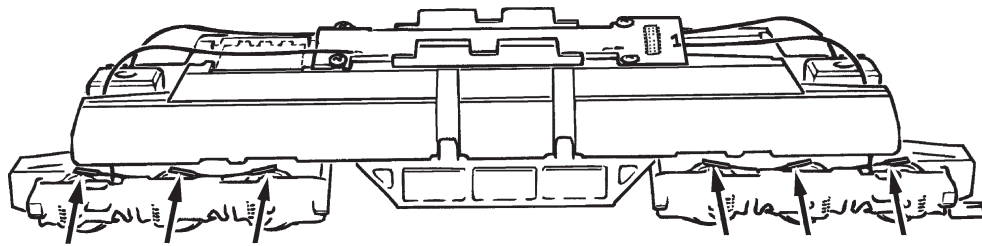

Fig. 5
**Aufrüstung:** Sie können für Ihren Fahrbetrieb unter verschiedenen Kupplungen wählen (Fig. 5). Wir empfehlen den Einsatz der **ROCO-Kurzkupplung**. Im beigelegten Zurüstbeutel finden Sie auch kleine vorbildgetreue Steckteile für eine erweiterte Aufrüstung Ihres Modells (Fig. 5), die Sie bitte **vorsichtig montieren**.
**Fittings:** Operation is possible with different couplings (fig. 5). We recommend using the Roco close coupling. In the enclosed accessory bag you will find small kits to be fitted on your model. Please **mount them cautiously**.
**Les attelages:** En vue d'une exploitation pratique sur votre réseau vous pouvez choisir parmi plusieurs types d'attelages conformes aux différents systèmes d'attelage pratiqués en H0 (voir fig. 5). Nous vous recommandons l'emploi de **l'attelage court Roco**. Le sachet joint comprend entre autres des petites pièces de finition conformes à la réalité et **à rapporter avec précaution** par le modéliste (fig. 5), si désiré.